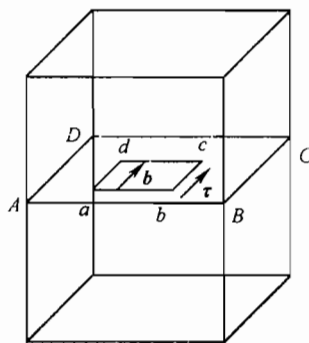

图 19-1 第三题第 1 小题图
1. 设在简单立方晶体中有一个位于滑移面 $ABCD$ 上的位错环 $abcd$ ，其柏氏矢量 \mathbf{b} 、所受切应力 τ 如图 19-1 所示，回答下列问题：